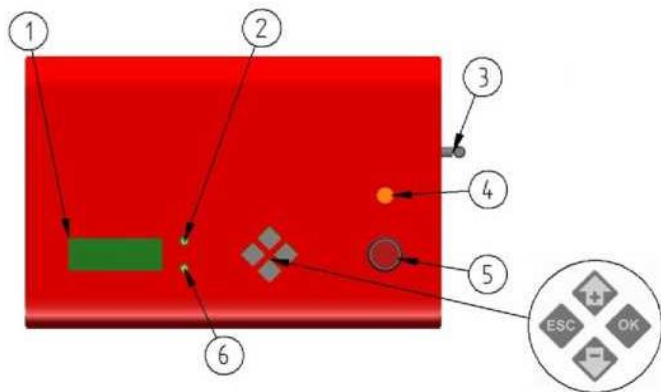

Рис. 10 Пользовательский интерфейс
Управление горелкой осуществляется с помощью пользовательского интерфейса на лицевой панели см. Рисунок 10. На жидкокристаллическом экране (1) отображаются настройки меню, журнал событий и т.д. Желтый световой индикатор (2) показывает присутствие пламени в камере сгорания. Или, если мигает, ненормальную работу горелки. Статус можно посмотреть на экране журнала. Зеленый световой индикатор (6) показывает, имеется ли топливо в горелке. Для перемещения по меню, используйте кнопки вверх-вниз, для смены параметра нажмите ОК, для возврата в МЕНЮ СТАТУСА нажмите кнопку "ESC". Функционал кнопок зависит от времени нажатия. См. Таблицу 9.